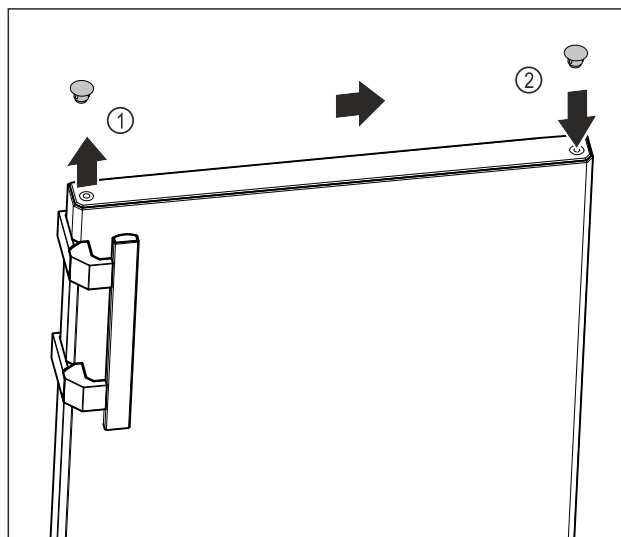

Fig. 15
- Обережно підніміть заглушки у верхній частині дверцят Fig. 15 (1) за допомогою шліцевої викрутки.
- Вставте заглушки з протилежного боку. Fig. 15 (2)